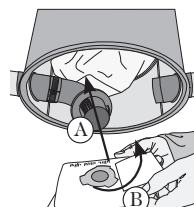

figure 8
4. Assurer l'étanchéité en insérant le sac jusqu'à la bague de rétention (**figure 8-A**). Effectuer une rotation du sac d'environ 20°, vous assurant que les coches du sac ne sont plus alignées avec les pointes de l'adaptateur (**figure 8-B**).